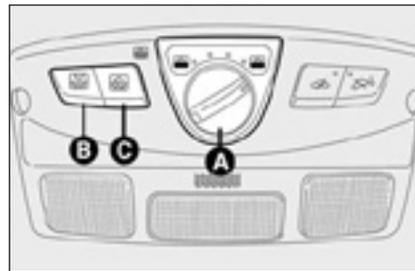

рис. 86
Когда люк полностью закрыт (ручка на **0**), поверните ручку **A** – **рис. 86** по часовой стрелке и выберите один из пяти возможных вариантов раскрытия.
Поверните ручку **A** – **рис. 86** против часовой стрелки и выберите один из пяти возможных вариантов закрытия.
Каждое положение соответствует типу закрытия люка. Чтобы полностью закрыть люк одним движением ручки, установите ручку **A** – **рис. 86** в положение **0**.
Нажмите кнопку **В – рис. 86**, чтобы полностью открыть солнцезащитную шторку. Снова нажмите кнопку, чтобы остановить ее.
Чтобы закрыть солнцезащитную шторку, нажмите кнопку **С – рис. 86**. Снова нажмите кнопку, чтобы остановить ее.
- поверните ручку **А – рис. 86** до конца против часовой стрелки;
- нажмите и удерживайте ручку **А – рис. 86** в нажатом положении до закрытия люка, после чего отпустите ее;
В этом случае можно сдерживать работу системы защиты от раздавливания закрытием люка (в течение 5 секунд от начала работы системы), поверните ручку **A** – рис. 86 в положение 0 и удерживайте ее нажатой вверх до закрытия.